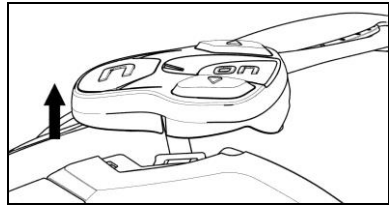

Fig. 29
- Ruotare la tastiera in senso antiorario (Fig. 29).